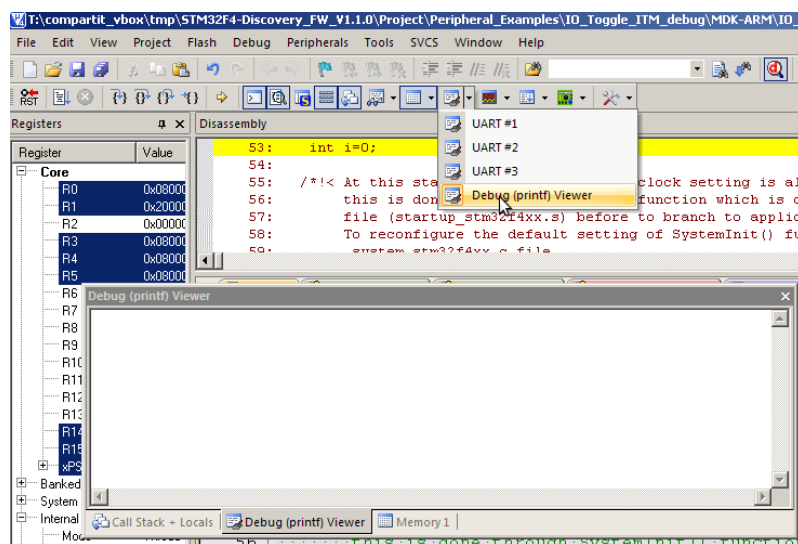

Figura 8.6: Ventana de salida de la redirección SWV.
- Abrir la ventana de salida del servicio de redirección al SWV-ITM debug. Ver figura 8.6.